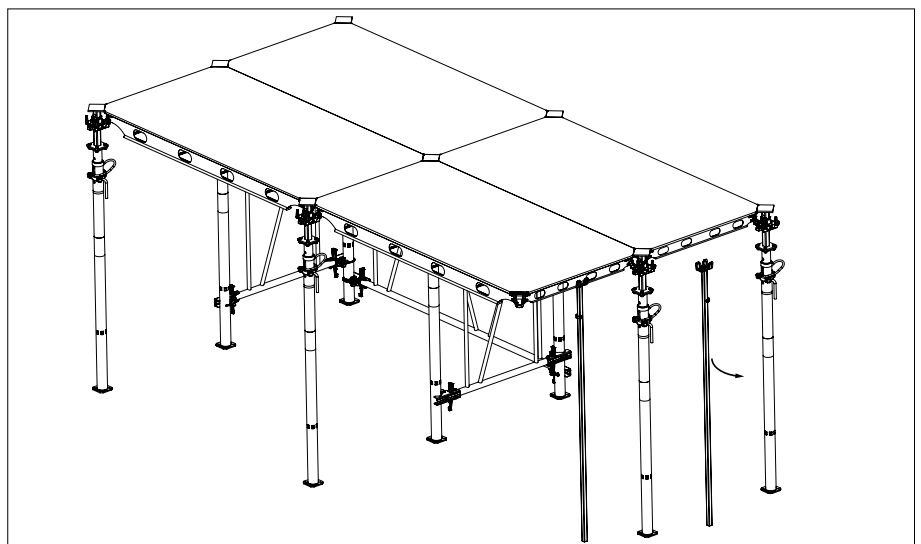

Fig. A5.14
7. Cuando el puntal esté en posición, la primera horquilla auxiliar de encofrado se puede desmontar mientras la segunda sirve de apoyo para el panel. (Fig. A5.14)